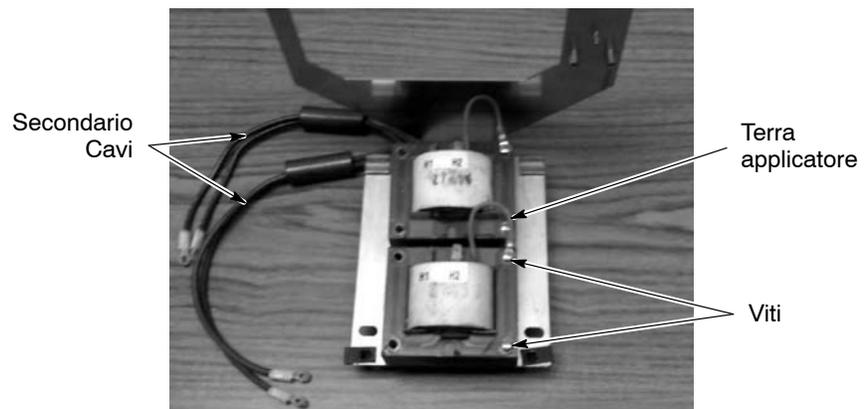

Figura 6-21 Montaggio del trasformatore
7. Vedi figura 6-21. Montare il nuovo trasformatore sulla staffa. Se si sostituisce il trasformatore esterno, posare i cavi secondari sotto il trasformatore interno.